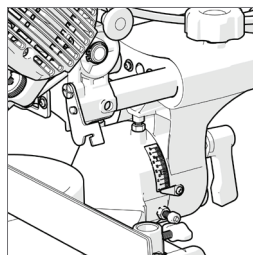

Рис. 12
- Убедитесь, что режущий блок зафиксирован в вертикальном положении и указатель вертикального угла находится на отметке шкалы 0° (**рис. 12**).